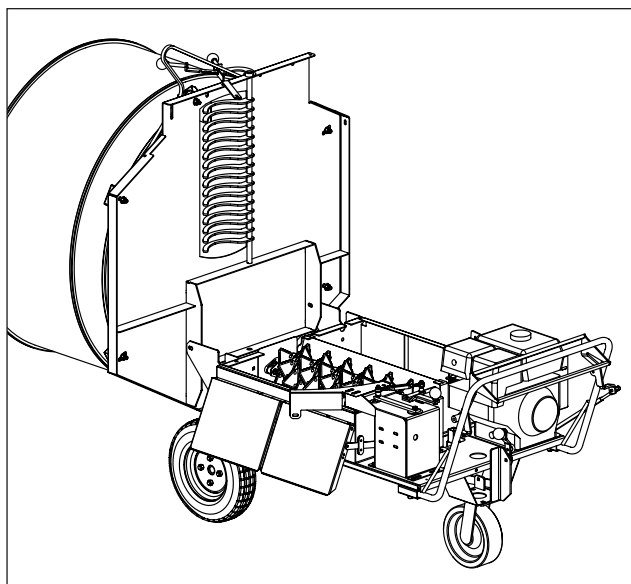

Fig. 27 Accès au rotor
5. Enlevez les deux boulons retenant la table basculante. Basculez la table avec la cuve pour accéder au rotor (figure 27).